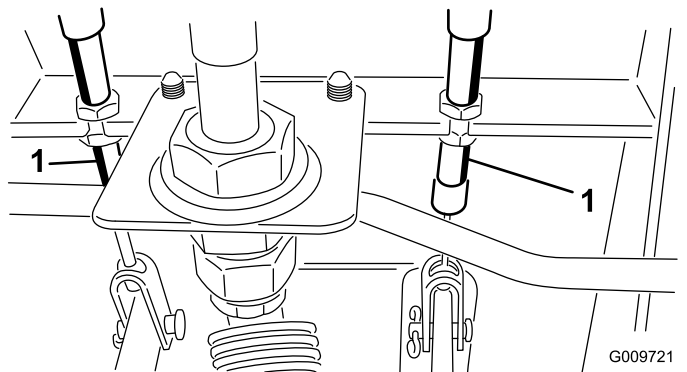

Figura 104
- A. Allentate il dado anteriore sull'estremità filettata del cavo del freno (Figura 104).